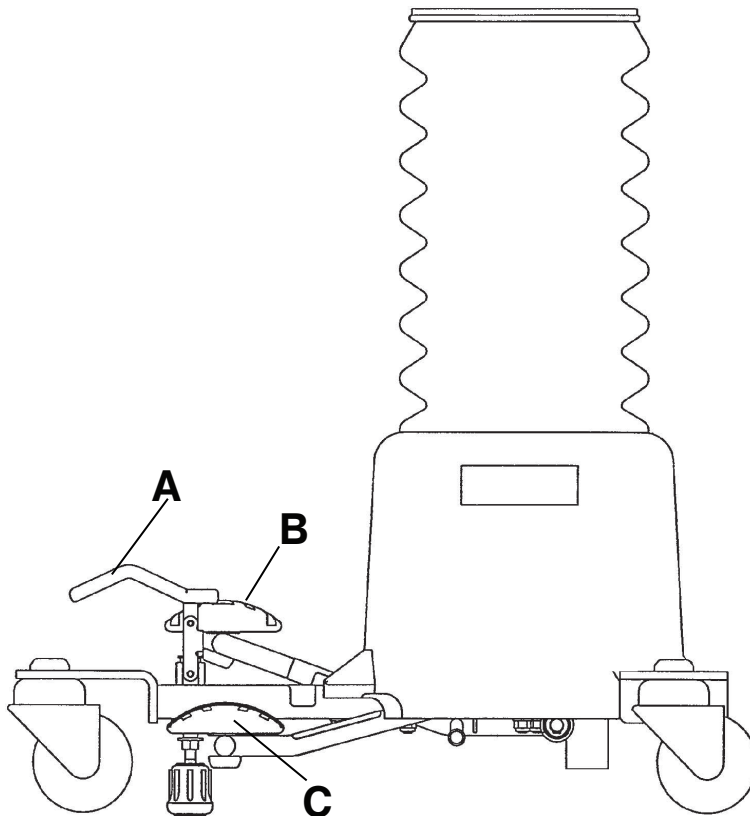

Figure 1 – Enclenchement et déblocage du frein
Pour enclencher le frein, appuyer sur la pédale d'enclenchement du frein (A) (Figure 1). Pousser le tabouret pour assurer le bon verrouillage du frein.
Pour élever l'assise, actionner la pédale de pompe (B) jusqu'à la hauteur souhaitée (Figure 1).